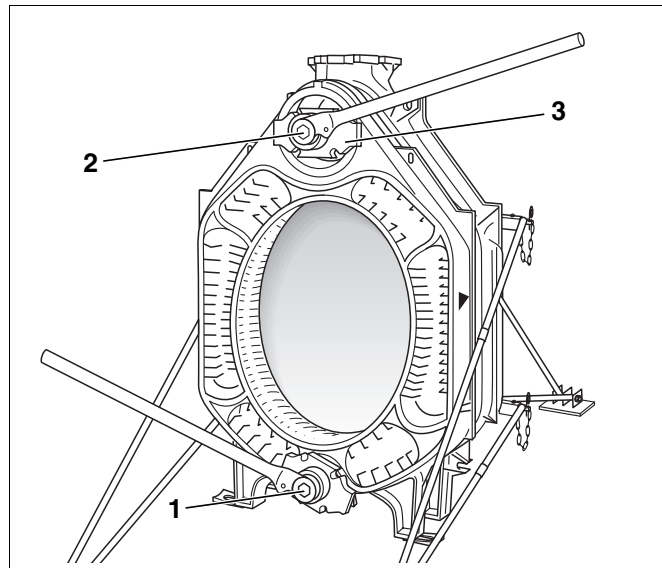

Abb. 19 Kesselpresswerkzeug verwenden
Kesselpresswerkzeug der Größe 2.2 oder 2.3 verwenden (Abb. 4 bzw. Abb. 5 und Abb. 19, **Pos. 1** und **2**).
- Druckflansche (Abb. 19, **Pos. 3**) mit Spannmutter auf die Zugstangen (Abb. 4, Seite 12 bzw. Abb. 5, Seite 12, **Pos. 4**) aufschieben.